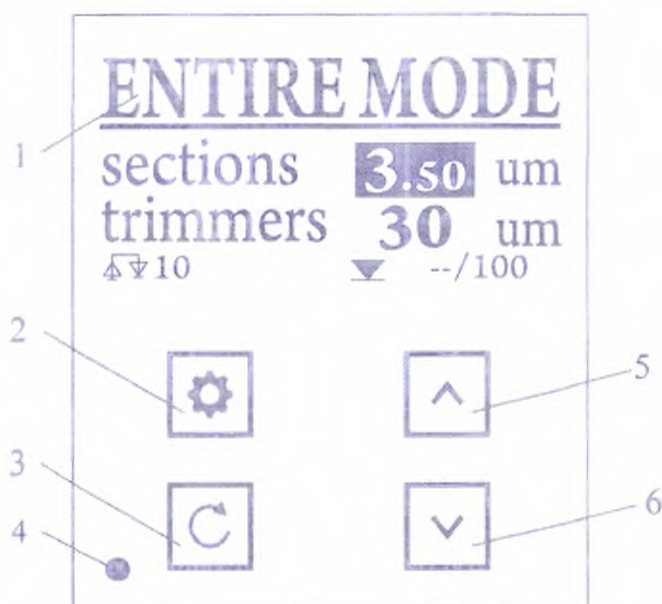
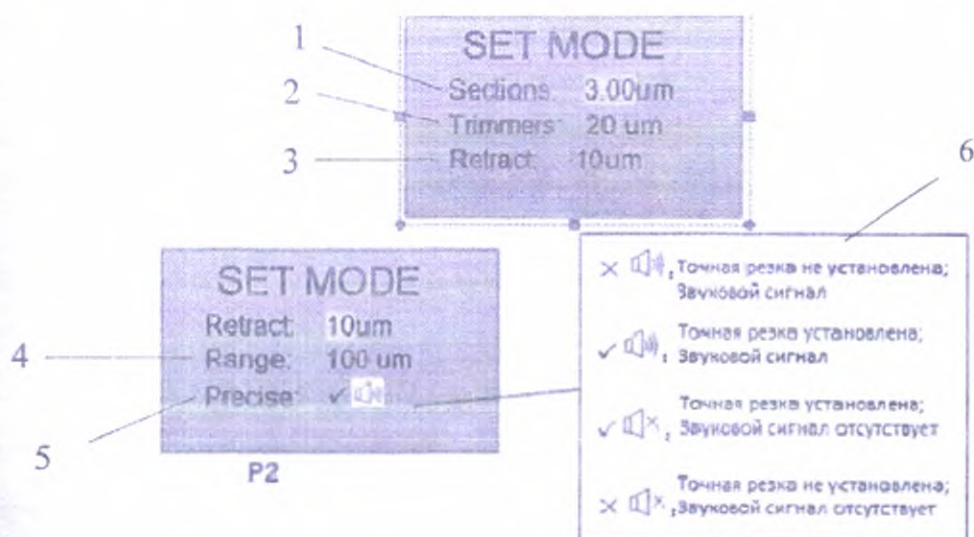

Рисунок 6. Панель управления микротомом
Рисунок 7. Панель управления - РЕЖИМ ВВОДА УСТАНОВОК
На панели управления Микротомом (Рисунок 6) находятся следующие элементы управления:
| Рисунок 6, (1) | Интерфейс панели управления                                                                           |
| Рисунок 6, (2) | Кнопка перехода в меню настроек (set mode)                                                            |
| Рисунок 6, (3) | Кнопка выбора режимов                                                                                 |
| Рисунок 6, (4) | Индикатор спящего режима                                                                              |
| Рисунок 6, (5) | Кнопка «плюс»: нажмите эту клавишу, чтобы увеличить толщину среза или тримминга выбранных элементов.  |
| Рисунок 6, (6) | Кнопка «минус»: нажмите эту клавишу, чтобы уменьшить толщину среза или тримминга выбранных элементов. |
Для перехода в РЕЖИМА ВВОДА УСТАНОВОК (SET MODE) нажмите и удерживайте Кнопку перехода в меню настроек (Рисунок 6, (2)). Нажатием кнопки выбора режимов (Рисунок 6, (3)) вы выбираете необходимый параметр (резка, тримминг, отвод, диапазон хода и точная резка) для его настройки. При этом на дисплее отобразятся следующие функции (Рисунок 7).
| Рисунок 7, (1) | Резка. Данный параметр устанавливает толщину среза готового образца.                         |
Выбрав необходимый параметр, нажмите Кнопку «минус» (Рисунок 6, (6)) или Кнопку «плюс» (Рисунок 6, (5)), чтобы выбрать необходимое значение.
После завершения работы, нажмите на кнопку перехода в меню настроек (Рисунок 6, (2)) для подтверждения ввода, чтобы подтвердить свои действия и выйти из РЕЖИМА ВВОДА УСТАНОВОК (SET MODE).
Слева на приборе находится ручка настройки (Рисунок 3, (1)). Поворачивая эту ручку, можно осуществлять быстрое перемещение по направлению вперед и назад. Нажав на эту ручку, можно переключиться на режим резки или тримминга. В это же время можно также нажать Кнопку «Резка» (Рисунок 6, (3)), чтобы переключиться на режим резки или тримминга.
Поворачивая ручку настройки, находящейся слева на приборе (Рисунок 3, (1)), можно выполнять быструю резку по направлению вперед и назад. Нажав на эту ручку, можно переключиться на режим резки или тримминга. В это же время можно также нажать Кнопку «Резка» (Рисунок 6, (3)), чтобы переключиться на режим резки или тримминга. Необходимо повернуть ручной маховичок микротомы на полный оборот для резки или тримминга.
При превышении диапазона хода держателя, двигатель автоматически останавливается с уведомлением пользователя, нажмите кнопку выбора режимов (Рисунок 6, (3)) для сброса ошибки.